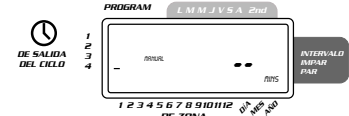

FIGURA 13
- Oprima la tecla **MANUAL**. Luego oprima **SIGUIENTE** tres veces. La pantalla mostrará un cursor intermitente en la estación 1 junto con -- MINS [Vea la figura 13].